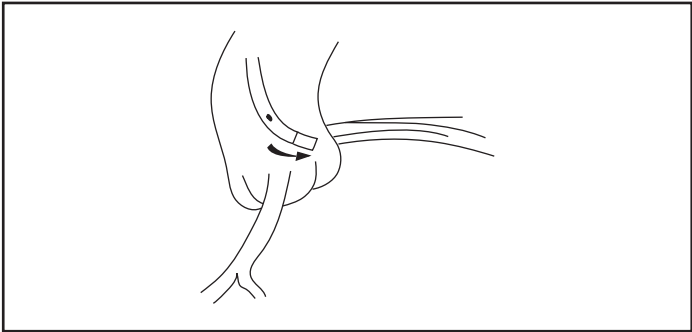

Figure 5.
**Étape 4.** Une fois la boucle éliminée, repositionner le cathéter-guide tout en tirant le guide légèrement en arrière (voir la figure 5).